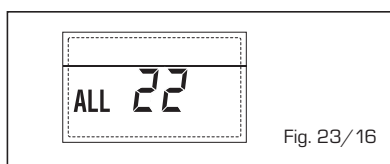

Fig. 23/16
- ANOMALÍA AVERÍA SONDA IMPULSIÓN SEGUNDA ZONA MEZCLADA "ALL 23" (fig. 23/17)